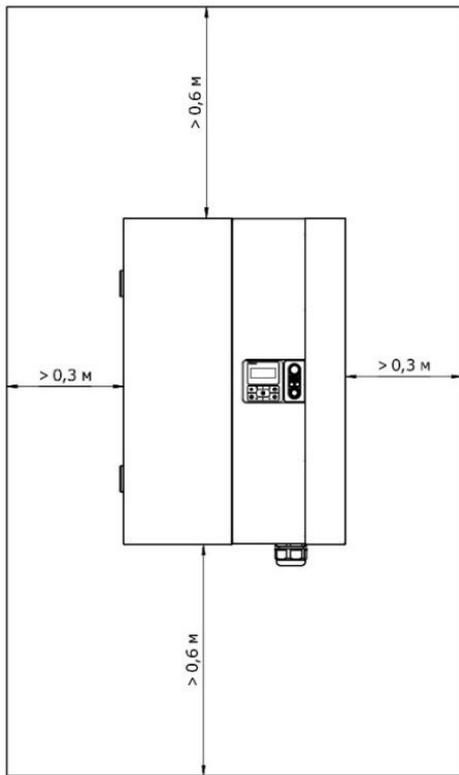

Рис. 4
6.4. При монтаже электрокотла для удобства эксплуатации, сервисного обслуживания, а также работы системы охлаждения, необходимо выдерживать минимальные расстояния до стен, пола и потолка, указанных на планировке местоположения трубопроводов и компонентов обвязки (циркуляционный насос, фильтр и т.п.) должна быть предусмотрена возможность демонтажа блока ТЭНов из бака электрокотла (см. рис.4).